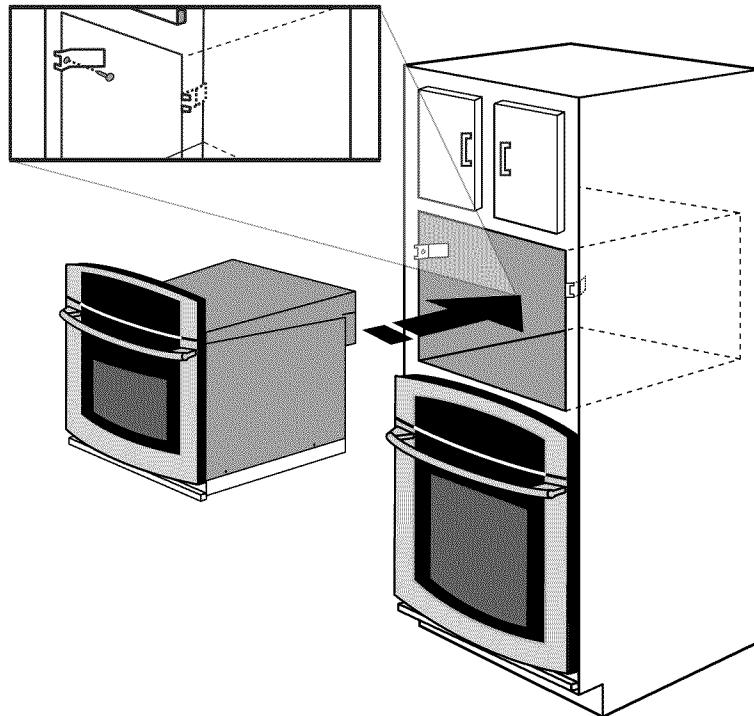

Figure 4
1. Placer le four près de l'ouverture sur une table ou un support. Brancher le cordon d'alimentation dans la prise électrique. Guider avec précaution le four assemblé dans l'ouverture préparée. Éviter de pincer le cordon entre le four et le mur. Voir Figure 4. Pousser l'appareil dans et contre l'armoire. La bride latérale du four s'enclenchera dans les brides antibasculement. Voir Figure 3.